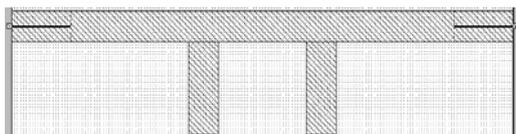

Рис. 3.200
8. Выделите все элементы топологии, щёлкните правой кнопкой мышки по любому из выделенных элементов, выберите **Mesh/Material Properties** и назначьте проводникам материал **1/2oz Cu**. Должна получиться структура, показанная на рис. 3.200.